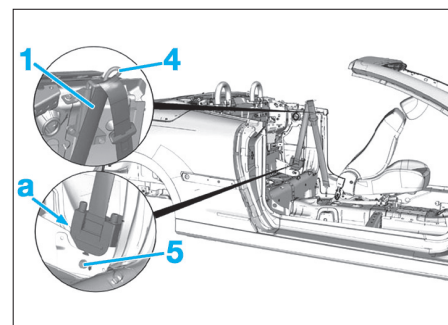

Fig. 32
- la rampe (2) de la ceinture pyrotechnique avant,
- la ceinture pyrotechnique avant (1).
- Dégager la ceinture pyrotechnique avant (1) du renvoi (4) (Fig.32).